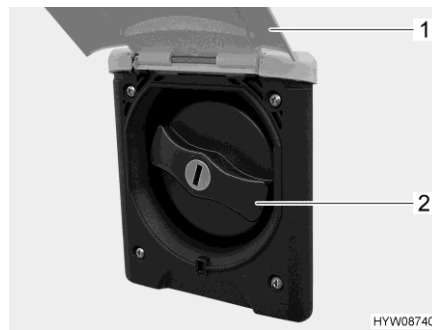

Bild 127 Verschlussdeckel (Trinkwasser-Einfüllstutzen)
- Außenklappe (Bild 127,1) nach oben schwenken.
- Blauen Verschlussdeckel (Bild 127,2) eine viertel Umdrehung drehen.